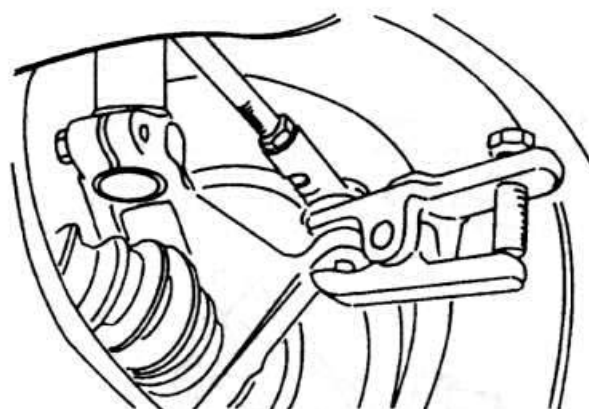

Рис. 4.3
- ◆ Отсоедините внешние наконечники поперечных штанг от плечей поворотных кулаков (рис. 4.3).